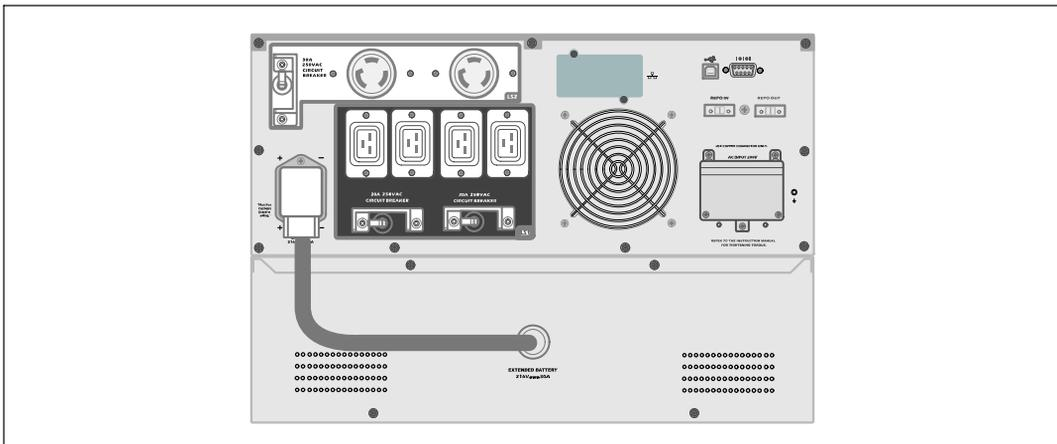

Abbildung 15. Installieren des EBM
- 1 Stecken Sie das EBM-Kabel in den USV-Batterieanschluss ein (siehe Abbildung 15).